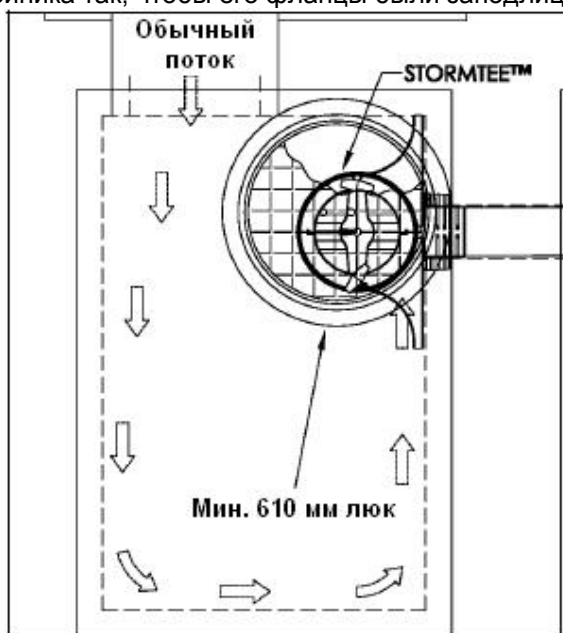

Рис.3.
Фильтр StormTEE™ должен иметь непосредственный доступ прямо над собой для осуществления его обслуживания и замены при необходимости. (См. Рисунок 3).
4. Вставьте картридж фильтра StormTEE™ в верхний отвод. Поместите отвод и фильтр в нижний отвод, при этом ручки щетки должны располагаться так, чтобы обеспечить доступ для очистки StormTEE™. (См. Рисунок 3).